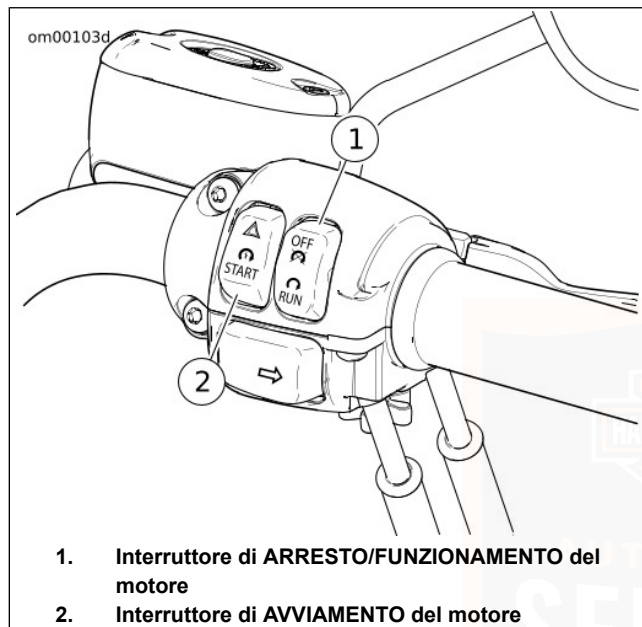

Figura 29. Comandi del semimanubrio destro
2. Vedere Figura 29. Portare l'interruttore di ARRESTO/FUNZIONAMENTO del motore sulla posizione di FUNZIONAMENTO.